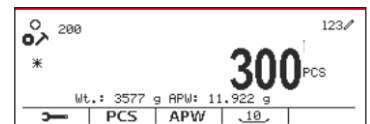

Figure 46
- Placez l'échantillon sur le plateau, puis saisissez le nombre de pièces à l'aide du pavé alphanumérique. (Voir Figure 46)